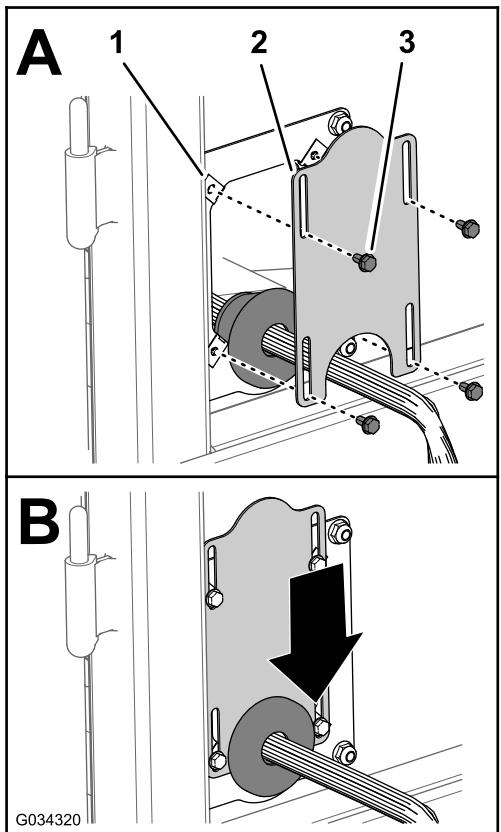

図 10
5. カバープレートを、ハトメの溝に嵌め、カバープレートのスロットをバックингプレートのクリップナットに合わせる図 10。
6. カバープレートをバックингプレートに取り付ける図 10 フランジヘッドボルト#10 x 3/8 インチ4本を使用する。